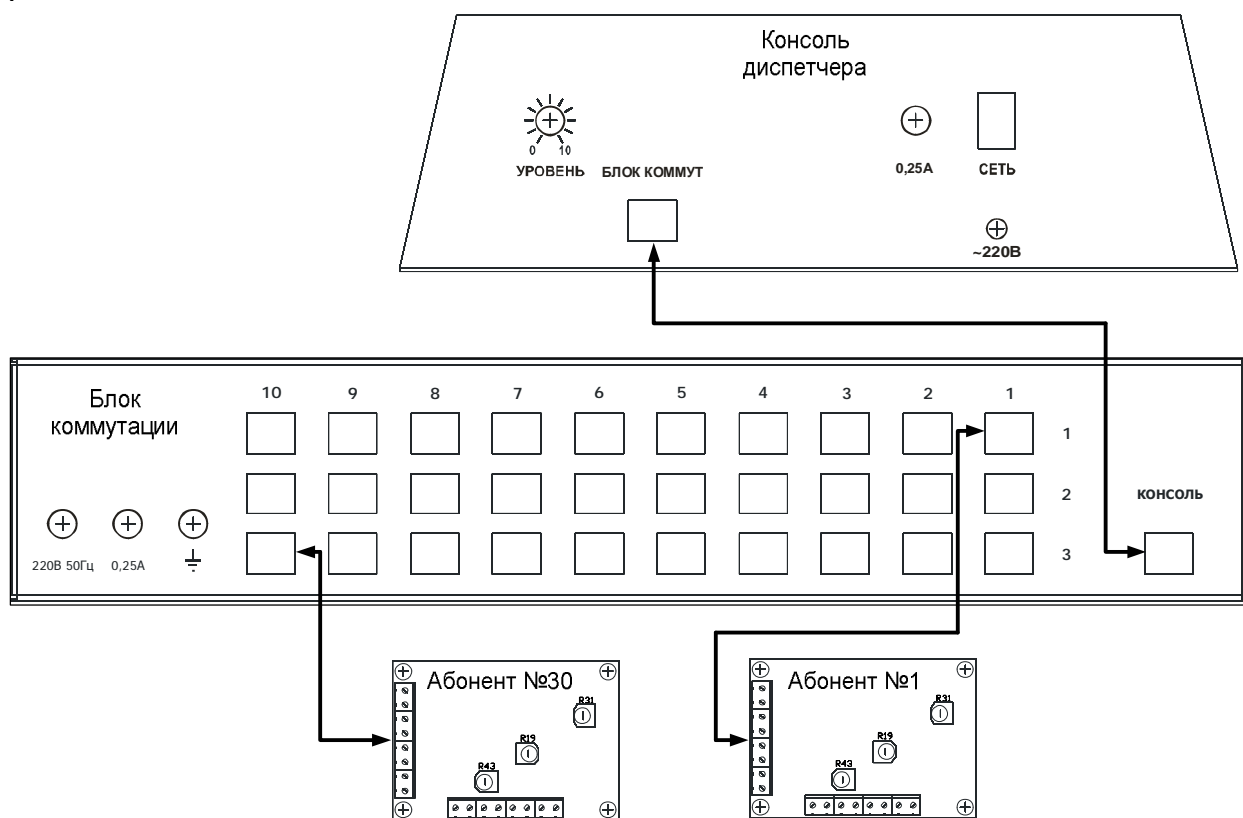

Рис. 4. Схема подключения комплекта оборудования
2.2.5. Подключить оборудование согласно схеме Рис.4.